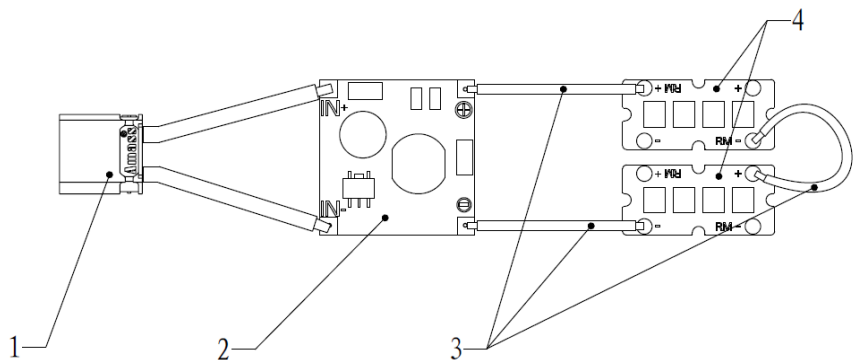

图 1 荧光弹充能装置接线图
如图所示为完成连线的一套荧光弹充能装置，其中 1、2 部分已经预先焊接好线材；2、4 部分需要通过 3 连接，3 的长度确定后按照图 1 所示自行焊接连接 2、4 部分，注意做好紫外灯板焊点处的绝缘。
3. 紫外灯板为铝基板，焊接及安装走线需要做好绝缘措施，防止短路，注意图 1 所示连线，请勿连反
5. 图 1 中第 4 部分两个紫外灯板请勿并联使用（建议按照图 1 接线方式），并联会降低灯板功率，影响弹丸充能效果